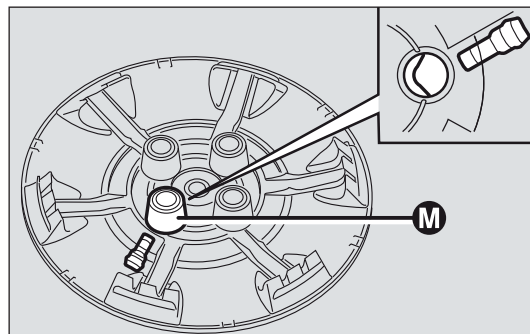

fig. 129
- ☐ montare la coppa ruota, facendo coincidere il simbolo  con la valvola di gonfiaggio ed il bullone precedentemente fissato con il foro M-fig. 129;